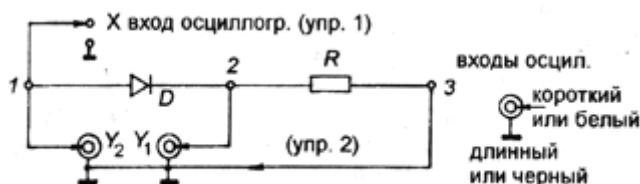

Рис. 9
1. Включить макет выпрямителя в сеть. Установить переключатель на макете в положение "*Однополупериодный выпрямитель*". При этом переменное напряжение от встроенного трансформатора подается в точки схемы 1-3 (см. рис.9).
3. Подать напряжение с точек 2-3 на Y-вход первого канала осциллографа, как показано на рис. 9, соблюдая порядок подсоединения длинного и короткого концов на кабеле  $Y_1$ .